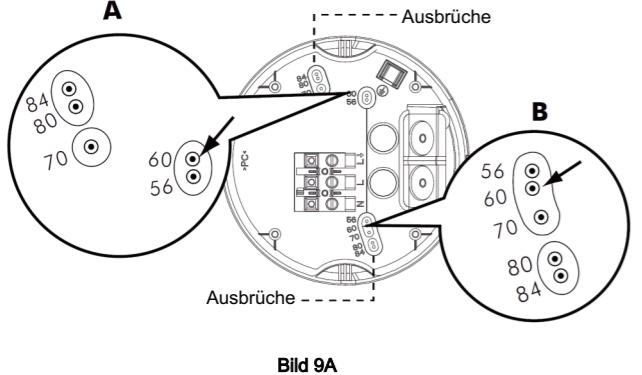

Bild 9A
3.4.1.3 Im Unterteil sind 5 Öffnungen zum ausbrechen, mit Abständen von 56 mm bis 84 mm für verschiedene Befestigungsanwendungen. (Siehe Bild 9A) Wählen Sie zwei Löcher mit gleichen Zahlen um den gewünschten Abstand zu erreichen. (Siehe Bild 9B)